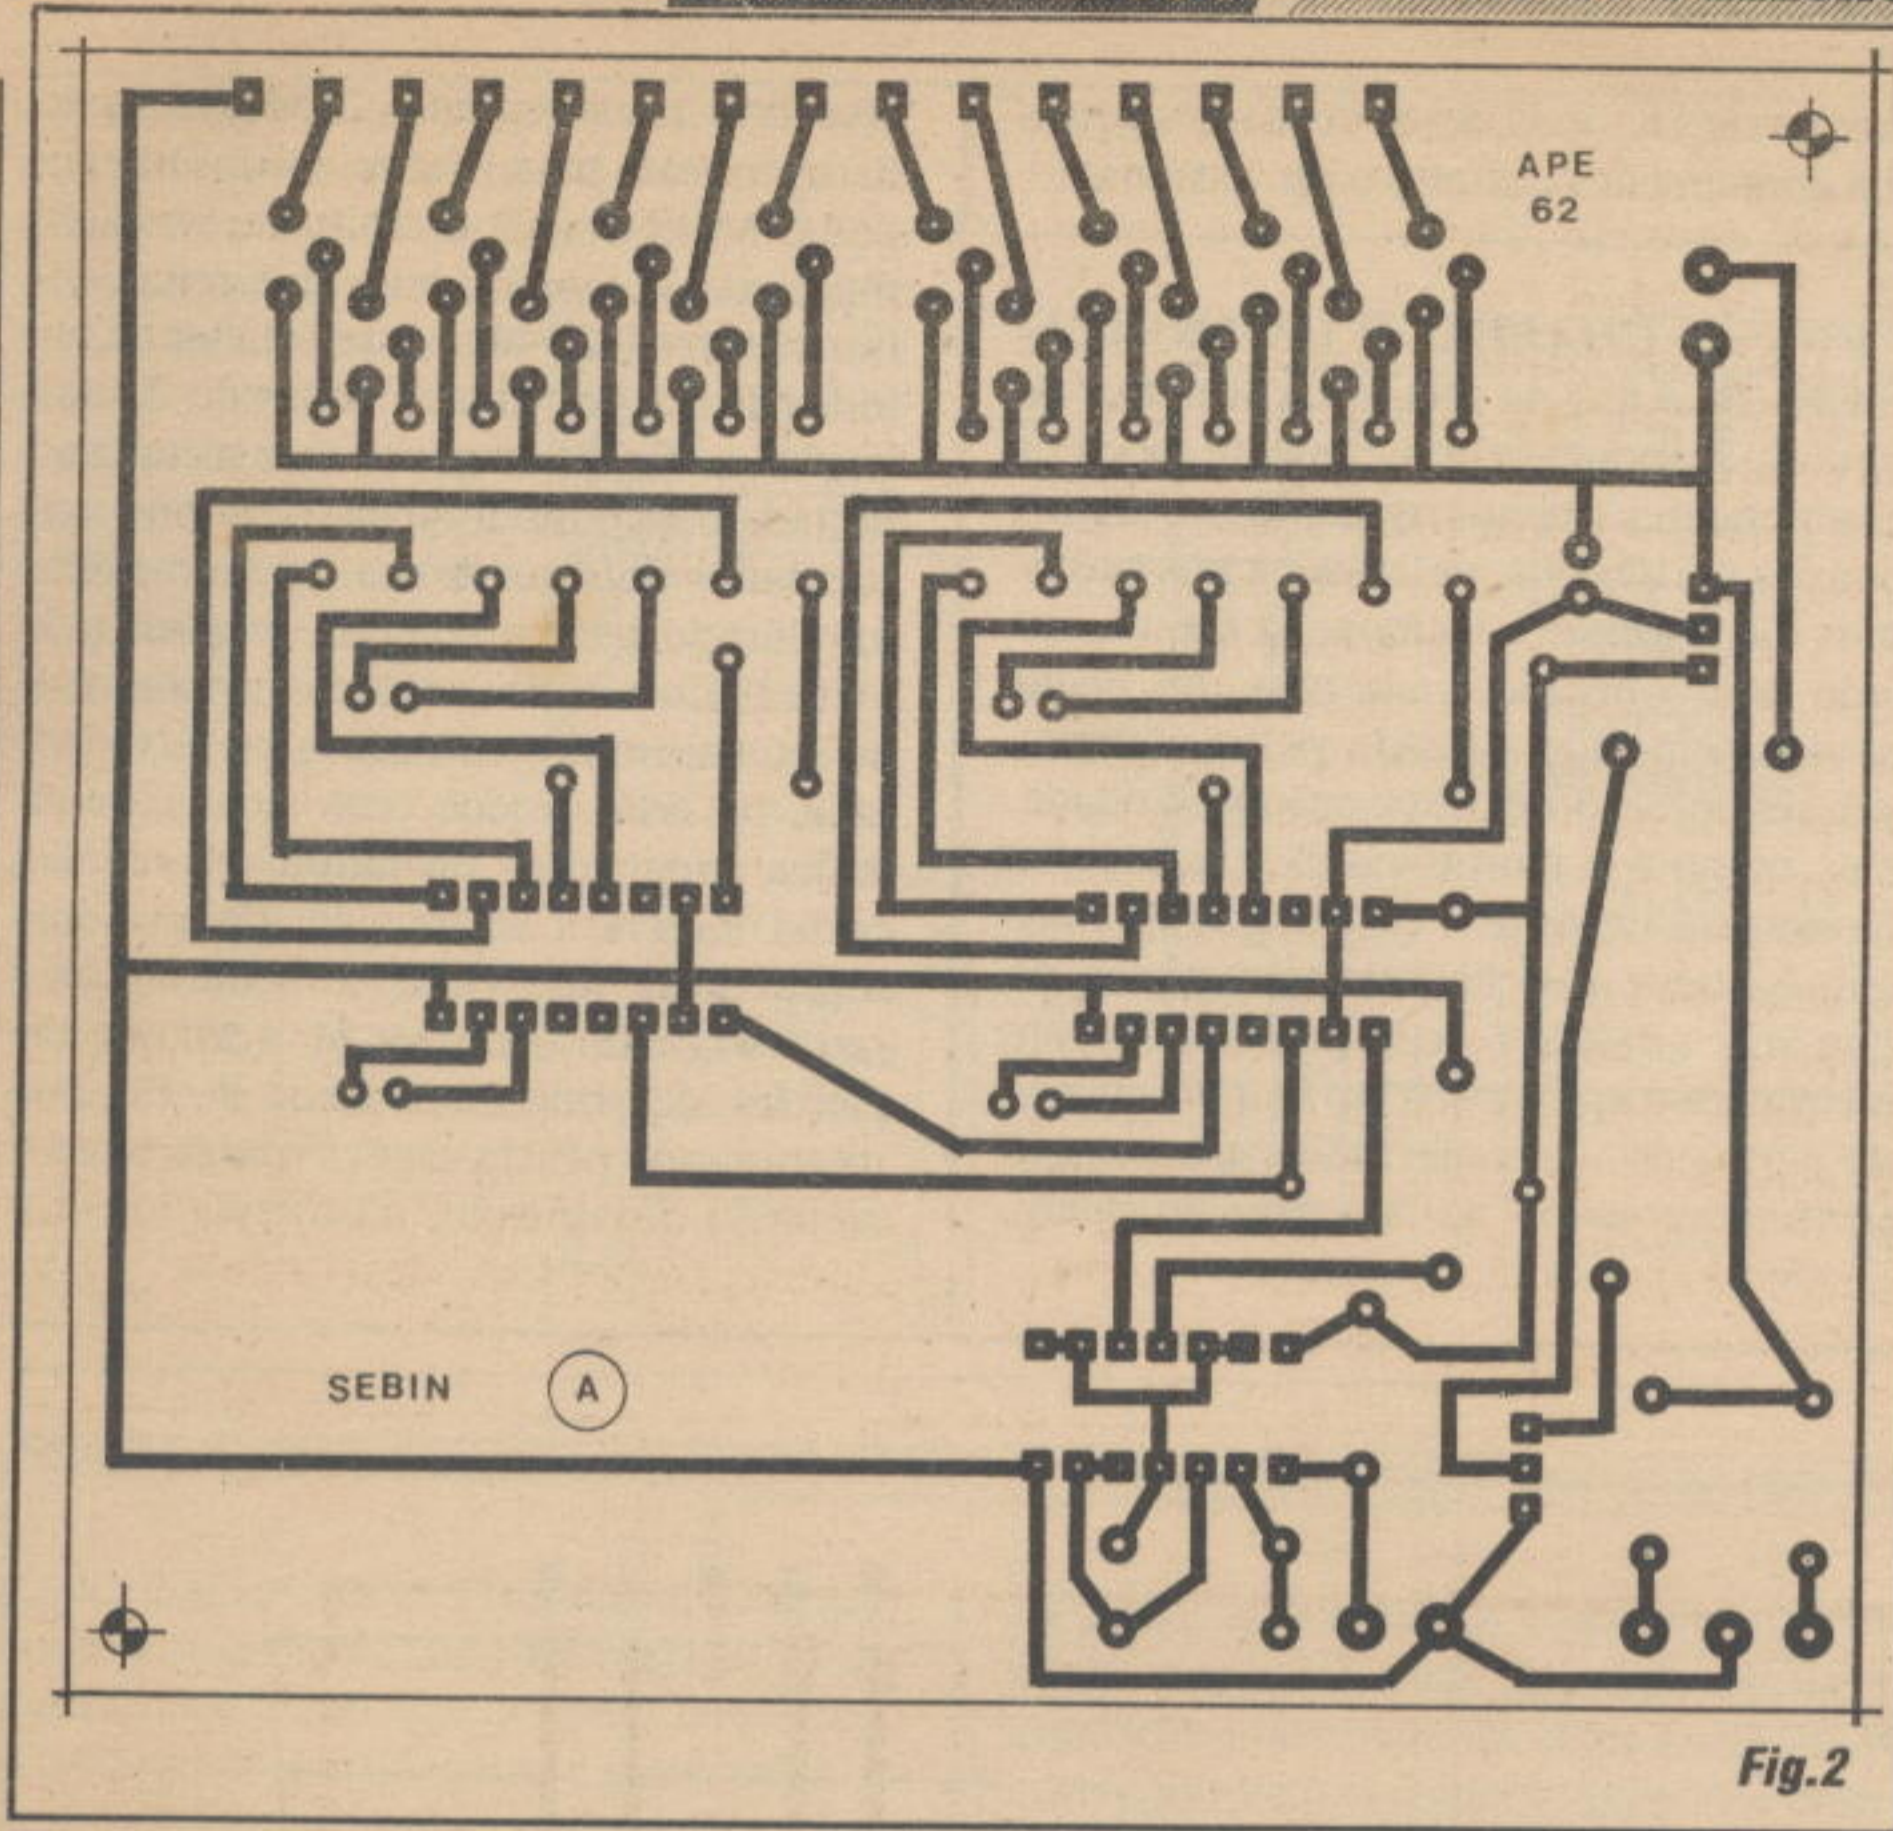

Fig.2
- FIG. 2 - LAY OUT DO CIRCUITO IMPRESSO ESPECÍFICO (PLACA PRINCIPAL DO CIRCUITO - A) - Embora inevitavelmente um pouco grande, devido às estruturas repetitivas dos drivers transistorizados de controle dos displays, o padrão cobreado da placa (vista em tamanho natural, na figura...) é simples, graças à presença ativa dos integrados (que muito sintetizam o circuito...). O arranjo não chega a ser congestionado, bastando ao leitor/hobbysta a velha dose de cuidado e atenção, para levar a bom termo a traçagem, corrosão, furação e demais etapas de confecção do impresso... Aconselhamos respeitar cuidadosamente o alinhamento e as posições da fileira de ilhas/furos (15, ao todo...) situadas numa das bordas maiores da placa, espaçadas a 2/10", e que deverão casar, mecânica e eletricamente com barra correspondente, na outra placa (a dos displays, que veremos em seguida...) para perfeita interconexão... Na elaboração e na utilização das duas placas (A e B), o leitor/hobbysta deve valer-se de todas as dicas e orientações contidas no permanente encarte INSTRUÇÕES GERAIS PARA AS MONTAGENS...